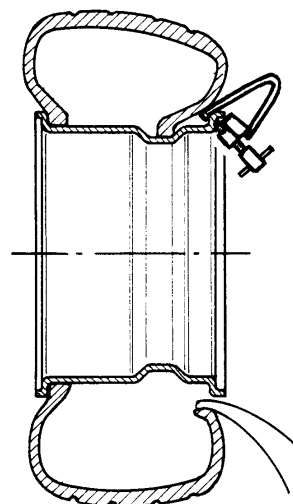

Рис.36
4. Поворачивайте держатель колеса, пока шина не будет полностью смонтирована. Убедитесь, что внешний борт шины входит в глубокий обод, когда струбцина находится напротив инструмента для монтажа/демонтажа (Рис. 36).